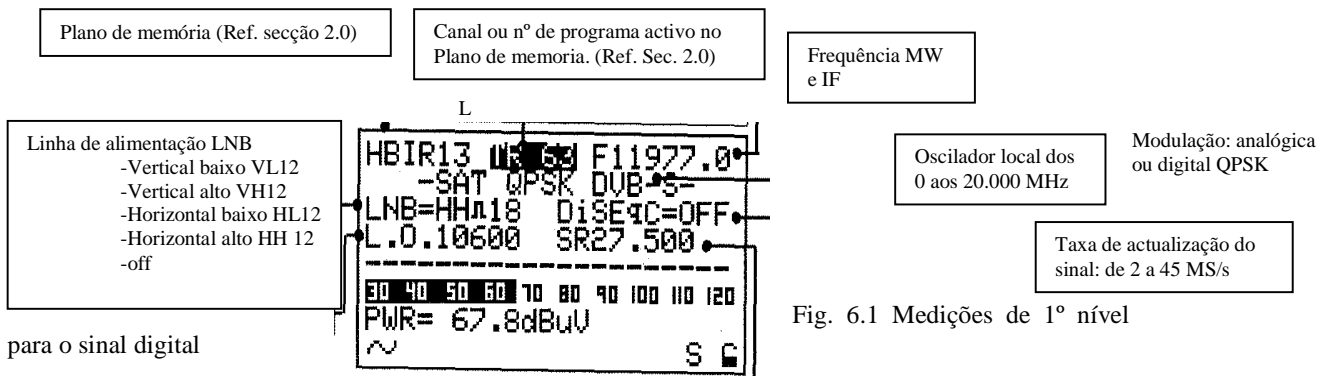

Fig. 6.1 Medições de 1º nível
- Independentemente da medição que o aparelho esteja a fazer, pressionando a tecla "POWER ON" (14) o aparelho voltará ao menu do 1º nível de medições (Ref. fig. 6.1 ou 6.2) dependendo do tipo de sinal a ser medido (digital ou analógico).